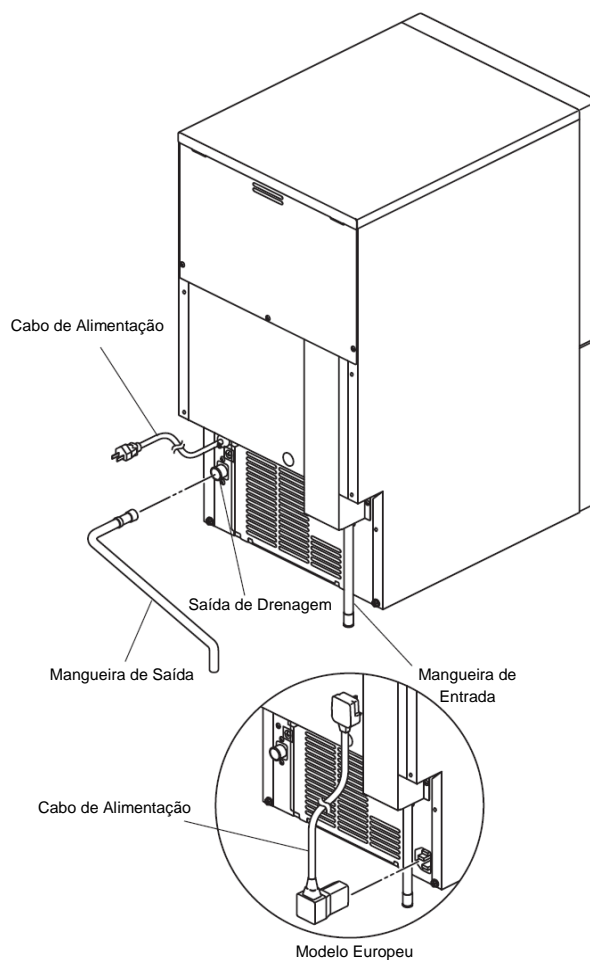

Fig. 3
2) Aperte manualmente a mangueira de saída flexível cinza (acessório) no encaixe na parte traseira da máquina de gelo conforme indicado (Fig. 3), garantindo que a anilha de vedação de borracha esteja corretamente posicionada para obter uma junta livre de vazamento. O tubo pode ser cortado no comprimento conforme necessário para se adequar à posição do dreno principal.